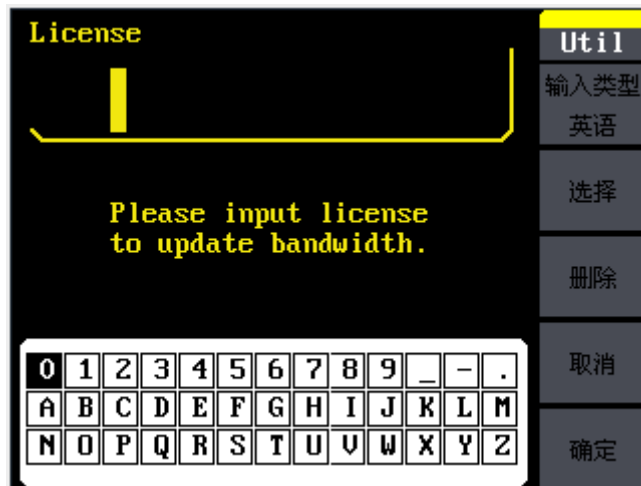

图 2- 43 带宽升级界面
选择“屏幕测试”进入屏幕测试界面。此时屏幕上显示“Press ‘7’ Key to continue, Press ‘8’ Key to exit”的提示信息。即提示按“7”键开始进行测试。观察屏幕是否有严重色偏或其它显示错误。如图 2-所示:
- 屏幕底端显示“Prss ‘8’ Key Three Times to exit”的提示信息表示按数字按键“8”3次退出测试。如图 2-所示:
选择“点亮测试”进入点亮测试界面，此界面上图形区域代表面板上对应位置的按键。此时屏幕上有“Press ‘7’ Key to continue, Press ‘8’ Key to exit”的提示信息。连续按“7”按钮，当按钮点亮时，屏幕上对应的区域就会显示为绿色。如图 2-所示：
选择 Utility → 1/2 (下一页) → 校准/检测 → 自校准, 菜单界面与校准界面如图 2-、图 2-所示。
选择 Utility → 1/2(下一页) → 版本信息。版本信息操作菜单和显示界面如图 2-35 版本信息菜单界面图 2-、图 2-
- ①. 把待升级的.ADS 文件包拷贝到 U 盘；
- ②. U 盘插入设备的前面板的 USB Host 接口；
- ③. Utility →1/2（下一页）→固件升级；
- ④. 浏览器选择“目录”，文件类型“数据”，按方向键↓，选择 USB Device (A) 如图 2-所示；
- ⑤. 浏览器选择“文件”，在右侧的数据文件中，按方向键↓，移动光标，选择目标文件“.ADS”，然后按键“读取”，如图 2-所示；
- ⑥. 升级完成后，重启设备；
- ⑦. 图 2-如图 2-42 所示，检查升级后的软硬件版本号是否与目标版本一致，否则，升级不成功，需按如上步骤再次升级一次，检查完毕后，按任意按键退出系统信息界面。
SDG1000 系列提供功能强大的帮助系统，在使用过程中可根据需要随时调出帮助信息。按下 Help 按键可进入操作菜单，如图 2-所示：
如图 2-所示的帮助信息显示菜单，有 11 个选项，可通过上下键来选择您要查看的帮助信息。